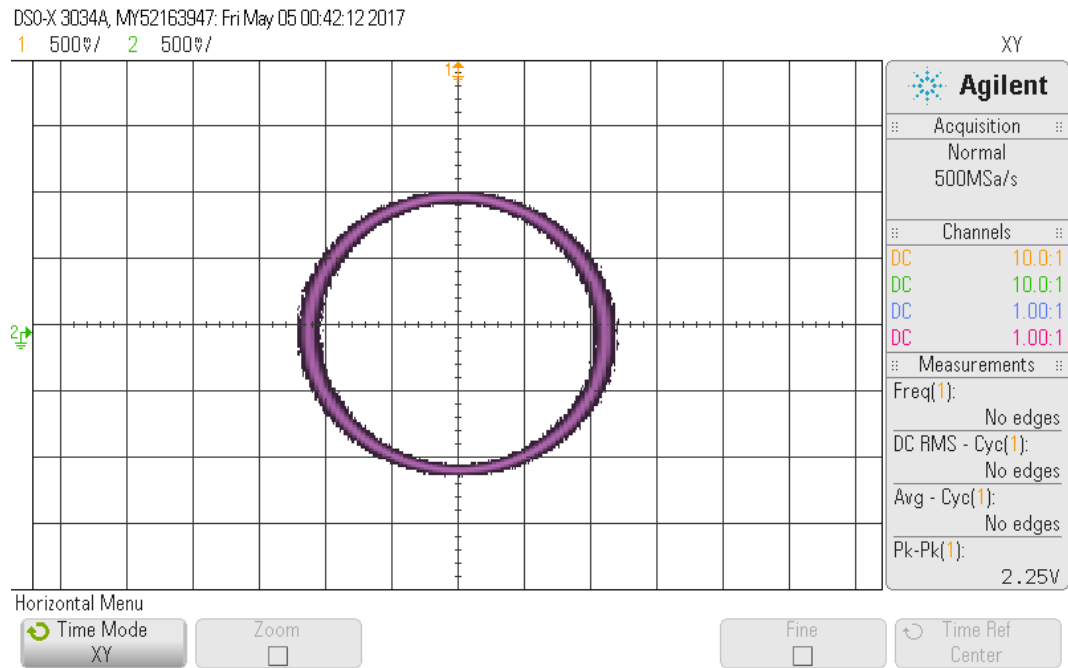

Figure 14: Oszilloskop X/Y-Betrieb bei Frequenz 500Hz
- Mittels Cursorfunktion wird die Amplitude gemessen. Dazu wird ein Y-Cursor am Minimum und ein Y-Cursor am Maximum angelegt. Es wird jeweils der Abstand des Cursors zur X-Achse angezeigt (Abbildung 14).
- Mittels Cursorfunktion wird die Periodendauer gemessen. Dazu wird ein X-Cursor am positiven Sprung des Rechtecksignals und ein zweiter X-Cursor an der gleichen Stelle eine Periode später angelegt (Abbildung 14)
- Das geometrische Ergebnis dieser Einstellung ist ein Kreis (Abbildung 14).